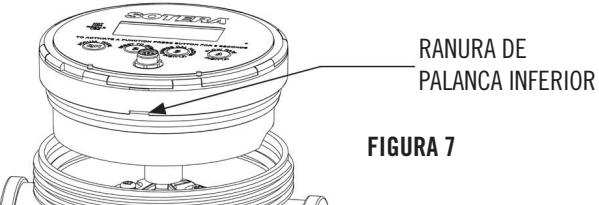

FIGURA 7
- Inserte un destornillador con cabeza fresada en la ranura inferior (consulte la Figura 7) y ejerza un poco de presión en la cubierta del medidor (elemento 6).